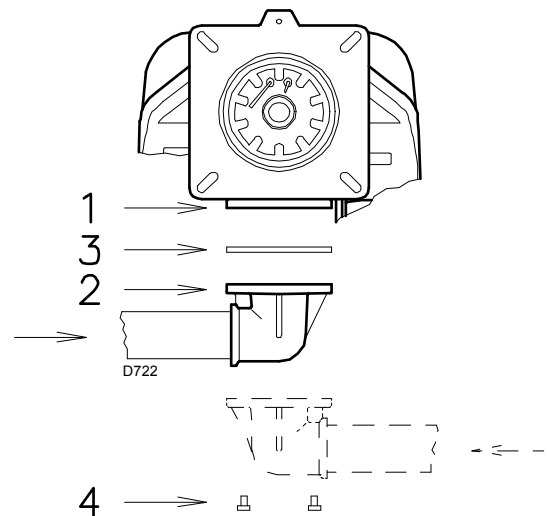

Fig. 18
- La rampa puede llegar por la derecha o por la izquierda, según convenga. Ver Fig. 18.
- La rampa de gas va acoplada a la conexión de gas 1)(Fig. 18), mediante la brida 2), la junta 3) y los tornillos 4), que se suministran con el quemador.